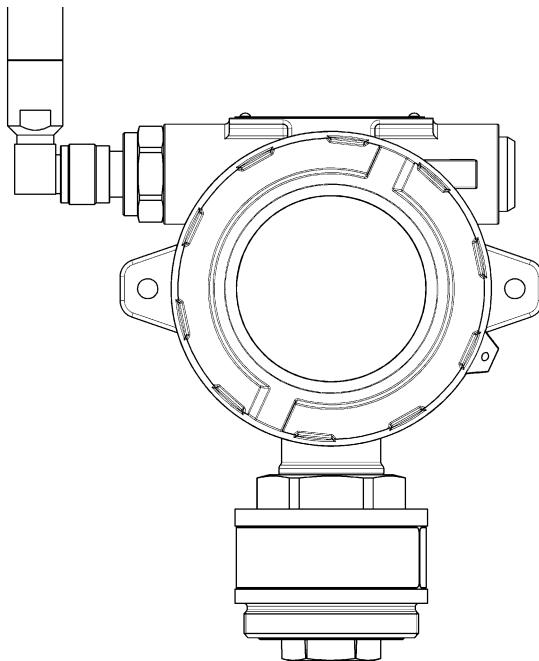

Рисунок 14 – Газоанализатор без влагозащитной насадки
- Снять влагозащитную насадку с газоанализатора (рис. 14);